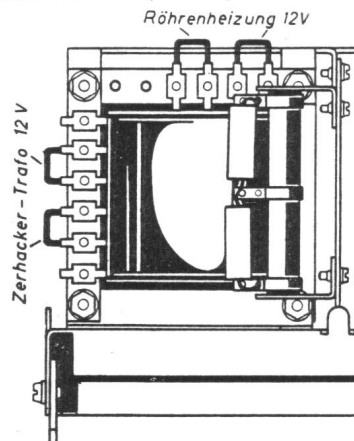
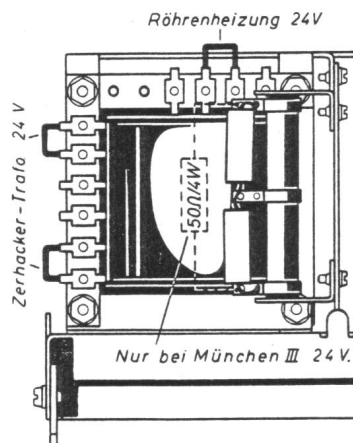

Abb. 6
Abb. 7
- Zerhackertrafo nach Abb. 6 bzw. 7 umschalten.
- Röhren-Heizkreise nach Abb. 6 bzw. Abb. 7 umschalten. Bei 24 V einen Widerstand 50  $\Omega$  4 W zu den Widerständen W 444/445 parallel schalten (Abb. 7).
- Röhrenheizung nach Abb. 6 bzw. 7 umschalten.